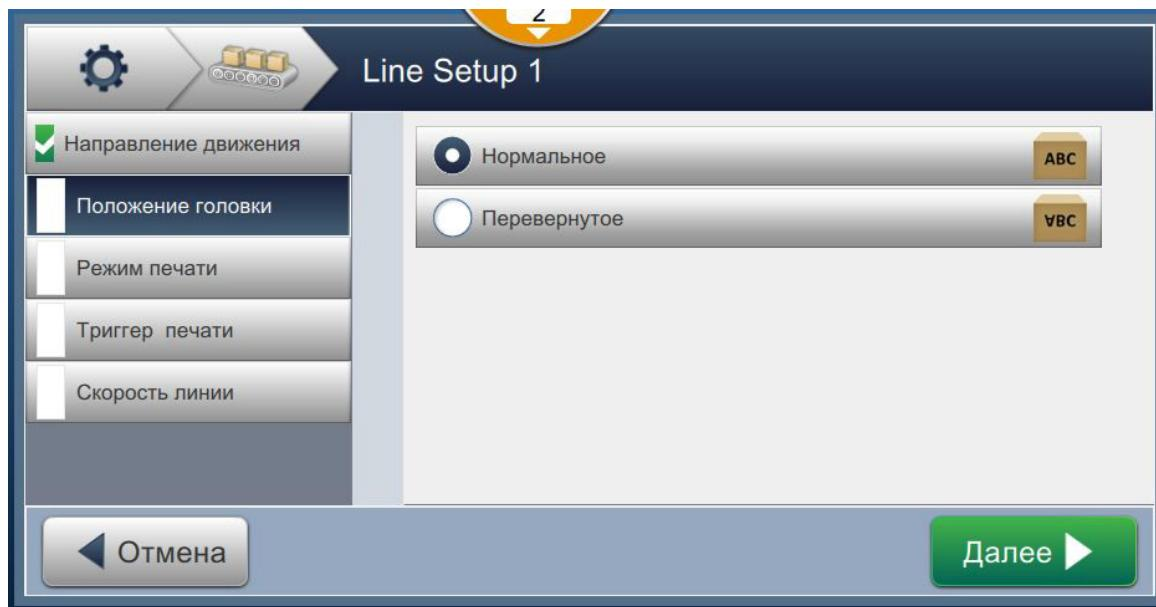

Рис. 6-28: Наладка линии – ориентация печатающей головки
- Выберите ориентацию печатающей головки, как показано на Рис. 6-28.